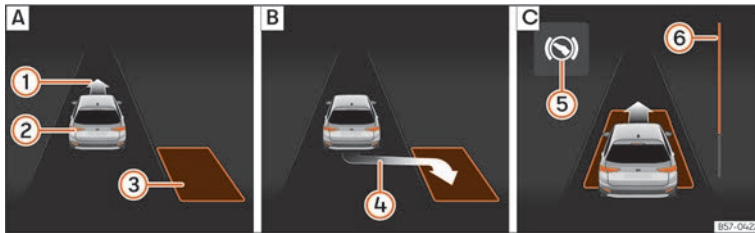
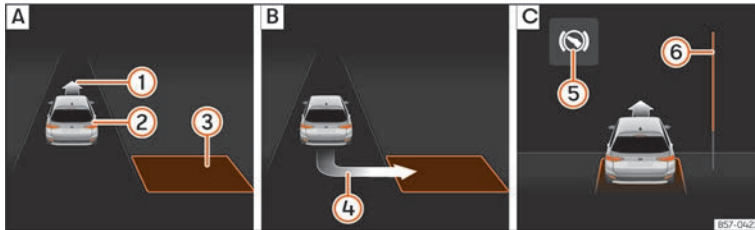

Abb. 125 Am Bildschirm des Kombi-Instruments: längs einparken. **A**: Parklücke suchen. **B**: Position zum Einparken. **C**: Rangieren.
Abb. 126 Am Bildschirm des Kombi-Instruments: quer einparken. **A**: Parklücke suchen. **B**: Position zum Einparken. **C**: Rangieren.
- Prüfen Sie anhand der Anzeige im Bildschirm des Kombi-Instruments, ob die Parklücke als „geeignet“ erkannt wurde und ob die korrekte Position zum Einparken » (Abb. 125) **B** oder
» (Abb. 126) **B** erreicht wurde. Die Parklücke wird als „geeignet“ betrachtet, wenn auf dem Bildschirm des Kombi-Instruments die Anzeige zum Einparken erscheint **④**.
- Fahren Sie rückwärts, bis das Dauertonsignal des ParkPilot ertönt; **ODER:** fahren Sie zurück, bis auf dem Bildschirm des Kombi-Instruments die Anzeige für Vorwärtsfahren »» [Abb. 125]  oder »» [Abb. 126]  erscheint; **ODER:** fahren Sie zurück, bis am Bildschirm des Kombi-Instruments die Meldung **Park Assist beendet** erscheint. Die Fortschrittsanzeige  zeigt den zurückzulegenden Abstand an.
- Fahren Sie vorwärts, bis das Dauertonsignal des ParkPilot ertönt; **ODER:** fahren Sie vorwärts, bis am Bildschirm des Kombi-Instruments die Anzeige zur Rückwärtsfahrt erscheint. Der Parklenkassistent lenkt das Fahrzeug so lange beim Vorwärts- und Rückwärtsfahren, bis das Fahrzeug gerade in der Parklücke steht »» [Abb. 125]  bzw. »» [Abb. 126] .
Die Fortschrittsanzeigen »» [Abb. 125]  und »» [Abb. 126]  am Bildschirm des Kombi-Instruments zeigt symbolisch die noch zu fahrende relative Fahrstrecke an. Je länger die Distanz ist, desto größer ist der Füllstand des Fortschrittsbalkens. Bei Vorwärtsfahrt nimmt die Füllung des Fortschrittsbalkens nach oben ab und bei Rückwärtsfahrt nimmt die Füllung des Fortschrittsbalkens nach unten ab.